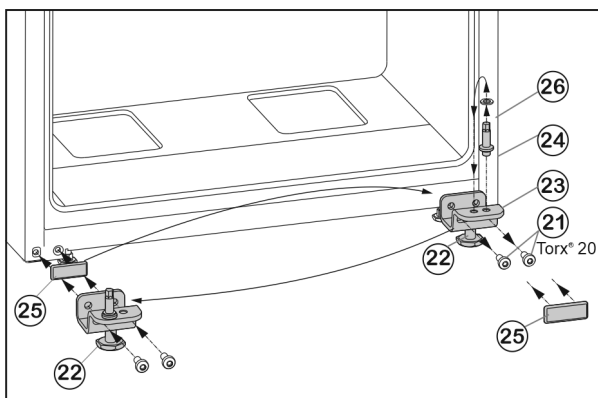

Fig. 7
- Tekerje le a rögzítőcsavarokat Fig. 7 (21).
- Vegye le a teljes alsó csapágybakot Fig. 7 (23) a csap-szeggel Fig. 7 (24), az alátéttel Fig. 7 (26) és a beállító lábbal Fig. 7 (22).
- Csavarozza le a teljes csapágybakot Fig. 7 (24) az alátéttel Fig. 7 (26), helyezze át a csapágybak túloldali felvívó furatába, és csavarozza vissza.
- Óvatosan vegye le a fedőlemezt Fig. 7 (25), és helyezze át az ellenkező oldalra.
- Csavarozza vissza a teljes alsó csapágybakot Fig. 7 (23) a csap-szeggel Fig. 7 (24), az alátéttel Fig. 7 (26) és a beállító lábbal Fig. 7 (22) a csuklópánt új oldalán **erősen (4 Nm-es nyomatékkal)**, adott esetben egy akkus csavarhúzóval.
- Az ajtót felülről helyezze Fig. 7 (24) a csap-szegre.
- Tekerje ki az állítólábat Fig. 7 (22) az alsó csapágybakból Fig. 7 (23), míg hozzá nem ér a talajhoz.